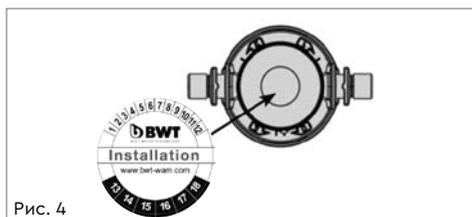

Рис. 4
7. Отметьте прилагаемую этикетку с датой установки (месяц / год) и наклейте этикетку на верхнюю область головной части фильтра (см. рис. 4).